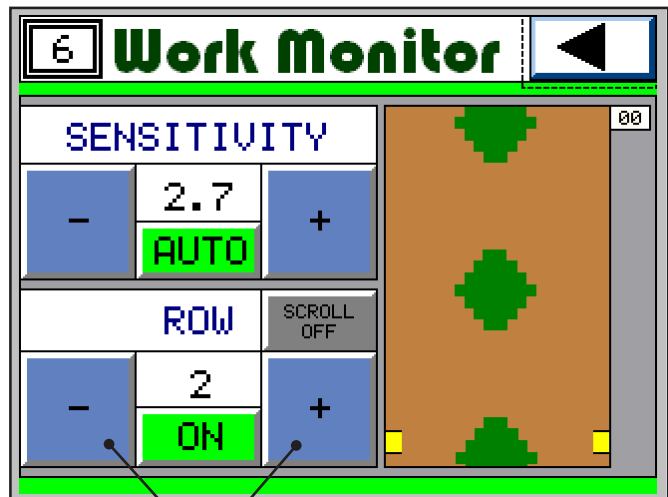
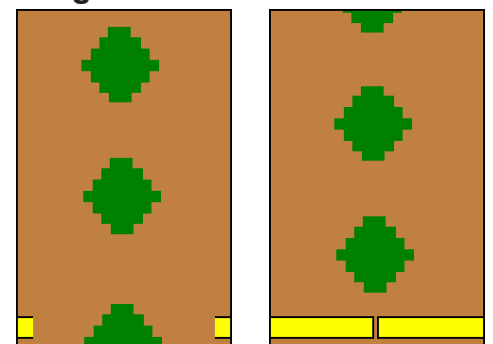

Fig. 8
Fig. 9
- 16) Nella pagina di Fig. 8 si possono monitorare i lettori ottici che sono identificati da un numero. Esempio: la prima fila sarà indicata come ROW1; la seconda fila sarà indicata come ROW2, ecc... Se il rilevamento ottico è effettuato in modo corretto, si vedrà il terreno di colore marrone e al centro una serie ben definita di macchie verdi che corrispondono ai cespi (Fig. 9). Per cambiare fila, utilizzare i tasti + e - (Rif. R) del campo ROW.
- 16) In the page that shows in Fig. 8 it is possible to check the optical bars that are identified by a number. Example: the first row will be indicated as ROW1; the second row will be indicated as ROW2, etc... If the optical survey is carried out in the right way, it will show the brown soil and in the center a series of well-defined green spots that correspond to the vegetable heads (Fig. 9). To change the row, use the buttons + and - (Rif. R) in the area ROW.
- 16) Dans la page Fig. 8 on peut surveiller tous les lecteurs qui sont identifiés par un numéro (ex le rang 1 sera indiqué comme ROW 1, rang 2 = ROW2, etc). À droite de l'écran, si la lecture est bonne, on pourra voir le terrain de couleur marron et au centre une série bien définie de taches vertes (correspondants aux touffes) (Fig. 9). Pour changer d'un rang à l'autre utiliser les icones + et - au-dessous (R) de ROW.
- 16) En la página de la (Fig. 8 se pueden controlar los lectores ópticos que están identificados con un número. Ejemplo: la primera hilera se indicará como ROW1; la segunda hilera se indicará como ROW2, etc. Si la detección óptica se ha efectuado de manera correcta, se verá el terreno de color marrón y en el centro una serie bien definida de máquinas verdes que corresponden a las plantas (Fig. 9). Para cambiar de hilera, utilice las teclas + y - (Ref. R) del campo ROW.